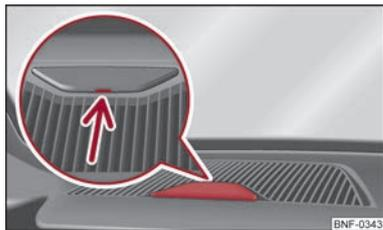

Abb. 69 Abdeckkappe der Öffnung für die Aufnahme des Navigationsgeräts
- Stecken Sie einen Schlitzschraubendreher in die mit dem Pfeil gekennzeichnete Aussparung ⇒ Abb. 69 und klappen Sie die Abdeckung vorsichtig nach oben.